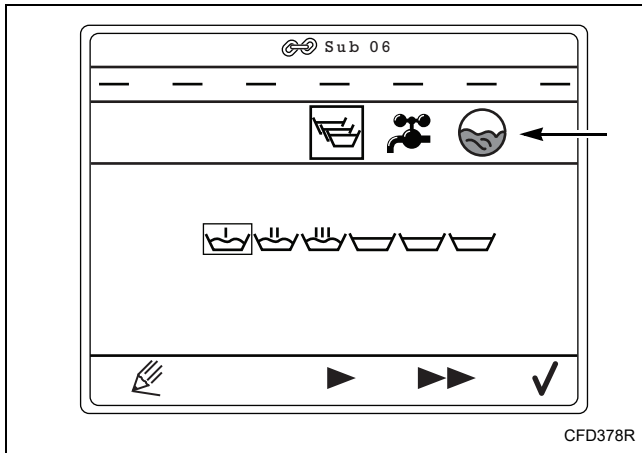

Figure 41
5. Sauvegarder les modifications (se reporter à la *Figure 41*).